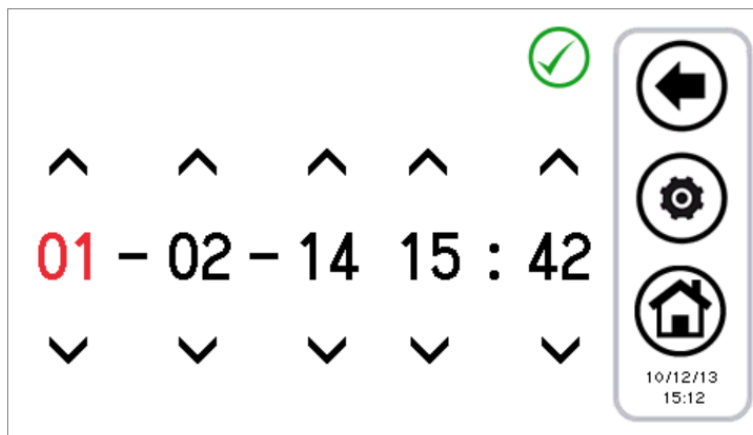

Figura 22. Pantalla de ajuste de la fecha y la hora.
- ajustar la fecha y la hora, pulsando “reloj” (aparece la pantalla que se muestra en Figura 22);